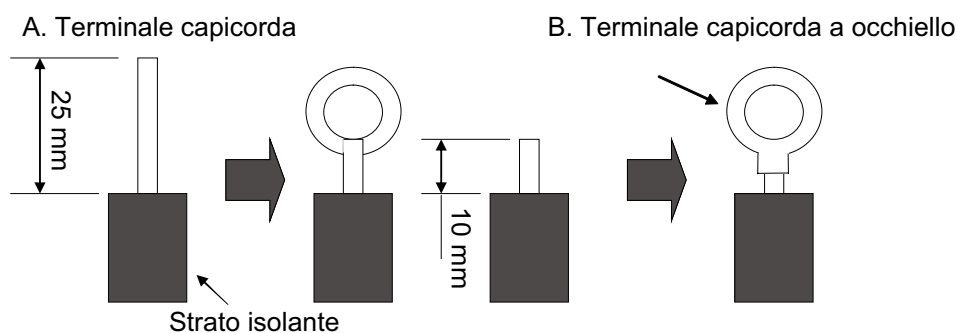

Fig.36
(1). Per terminale capicorda (Fig.36).
(1). Per terminale capicorda a occhiello (Fig.36).